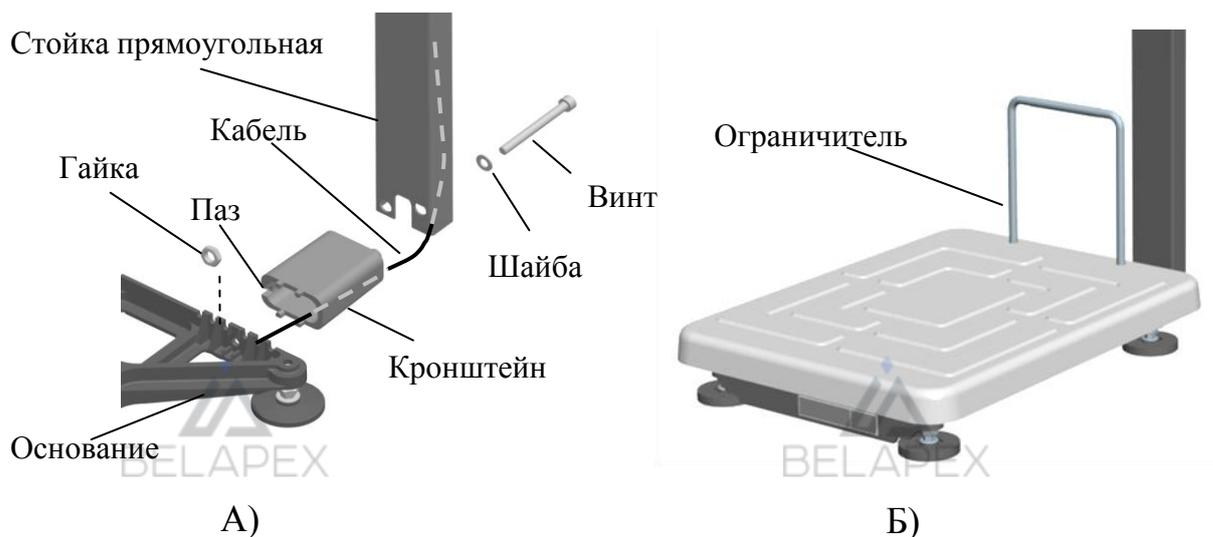

Рисунок 3 – Установка прямоугольной стойки с ограничителем
3.2.1.3 Наденьте на винт М8 шайбу 8. Установите кронштейн в специальные отверстия в основании модуля и закрепите через него стойку к основанию, вставив винт в отверстие стойки и стянув его гайкой, как показано на рис. 3А.
3.2.1.5 Установите ограничитель в специальные отверстия в грузоприемной платформе (рис. 3Б).